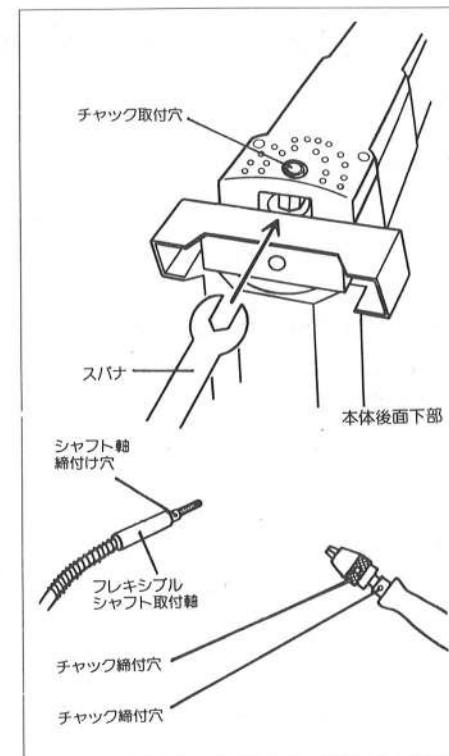

図10
- (2)ソープレードに向けて小さい圧力で、スムーズに送り込んで切削してください。
- (3)切削材の厚さは、25%以下のとき一番良い切削効果が得られます。
- (4)テーブルを傾斜したときの切削、また切削材の厚みが25%を超えるときの切削は、まず押し付け装置を取り外します。このときの切削は手で切削材を確実に押さえることが必要です。又、ゆっくり送り込んで切削してください。ブレードの曲がりやネジレを避けてください。手と指の位置もブレードからの安全距離を保って作業してください。
■本機専用フレキシブルシャフトの取付方法(別売)(図10参照)